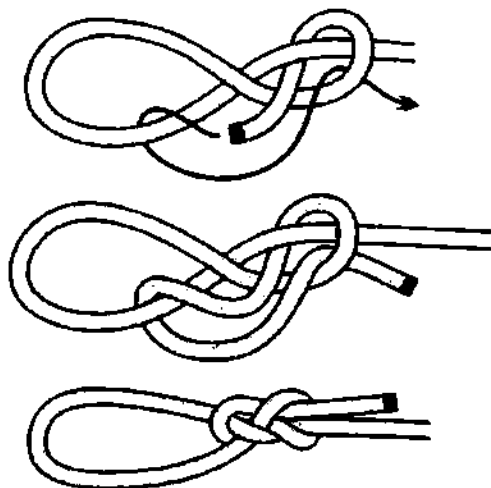

Рис. 406. **Защемляющий узел.**
**Защемляющий узел** – такой же надёжный узел, как и **перекрёстный зажим** (рис. 406). Чтобы отрегулировать петлю, узел предварительно необходимо ослабить. На жёсткой верёвке петлю можно отрегулировать, не ослабляя узел, сдвигая его рукой.